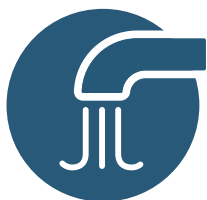

Figure 22
5. Appuyer sur le bouton MARCHE/ARRÊT de remplissage de la baignoire pour démarrer le remplissage de la baignoire Classic Line 2. La fonction de remplissage automatique arrête le remplissage lorsque l'eau a atteint le capteur de remplissage automatique. Pour remplir davantage, appuyer à nouveau sur le bouton MARCHE/ARRÊT de remplissage de la baignoire. Voir la section Figure 22.